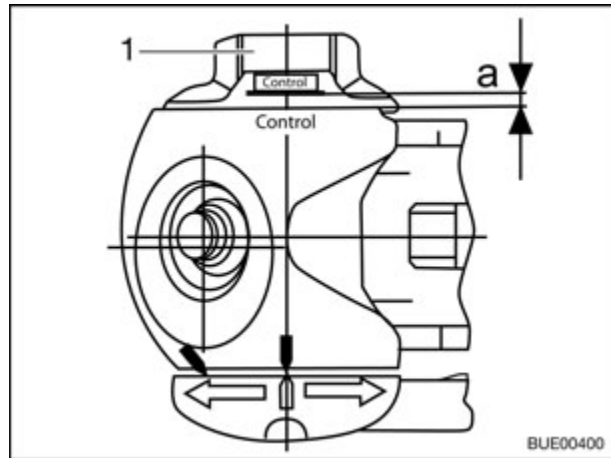

Fig. 149 Control de desgaste
- Girar la ruedecilla (Fig. 149,1) hasta comprobar que la limitación de par emita un sonido audible. Dirección de giro: en el sentido de las agujas del reloj.
- Distancia "a" > 0 (Fig. 149): desgaste dentro del margen permitido.